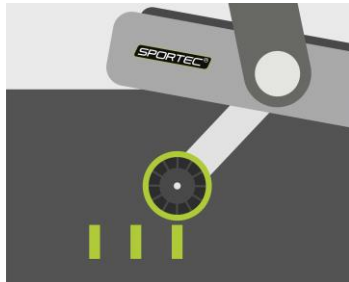
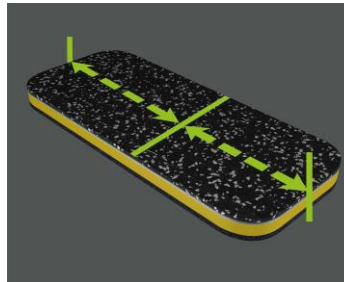

Bild 3: Markierung der Mitte
Bild 4: Markierung der Mitte des Pads
- Markieren Sie nun die Mitte zwischen den beiden Punkten (Bild 3) und auf dem Pad muss gleichermaßen die Mitte markiert werden (380mm/2 = 190mm) (Bild 4).